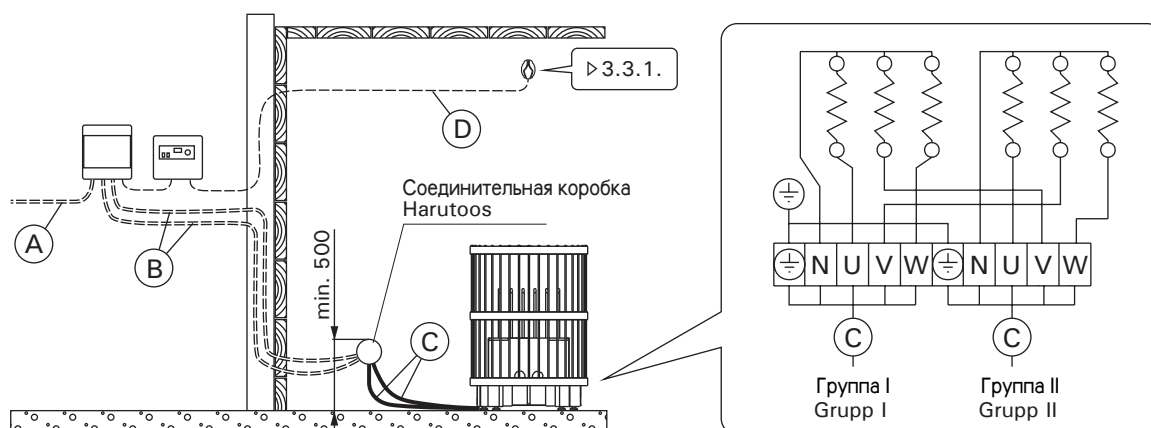

Рисунок 5. Электромонтаж каменки
- Каменка гибким проводом подсоединяется к соединительной коробке (рис. 5) в стене сауны. Соединительная коробка должна быть брызгозащищенной и находиться на расстоянии не более 500 мм от пола.
- В качестве кабеля (рис. 5: C) следует использовать резиновый кабель типа HO7RN-F или подобный.